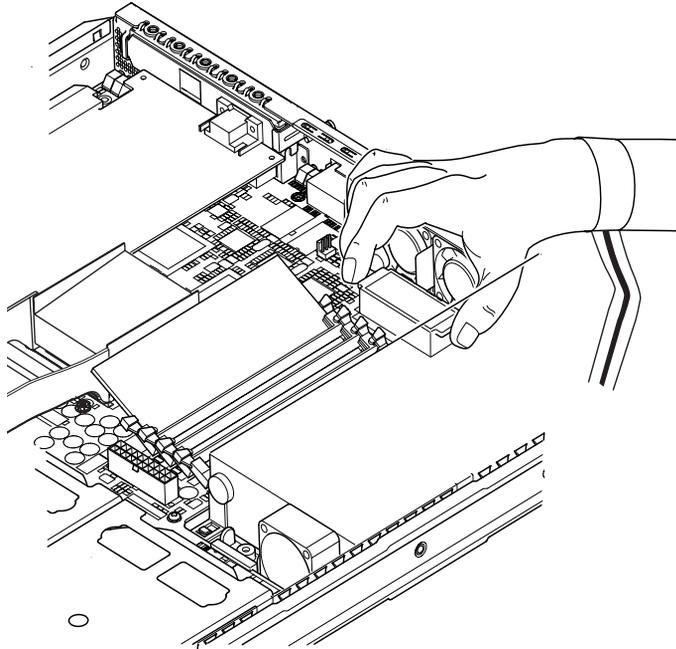

FIGURE 11-5 Remplacement de la puce NVRAM
- 3. Prenez délicatement le logement de la puce NVRAM dans le sens de la longueur entre le pouce et l'index et retirez-le (voir la FIGURE 11-5).**